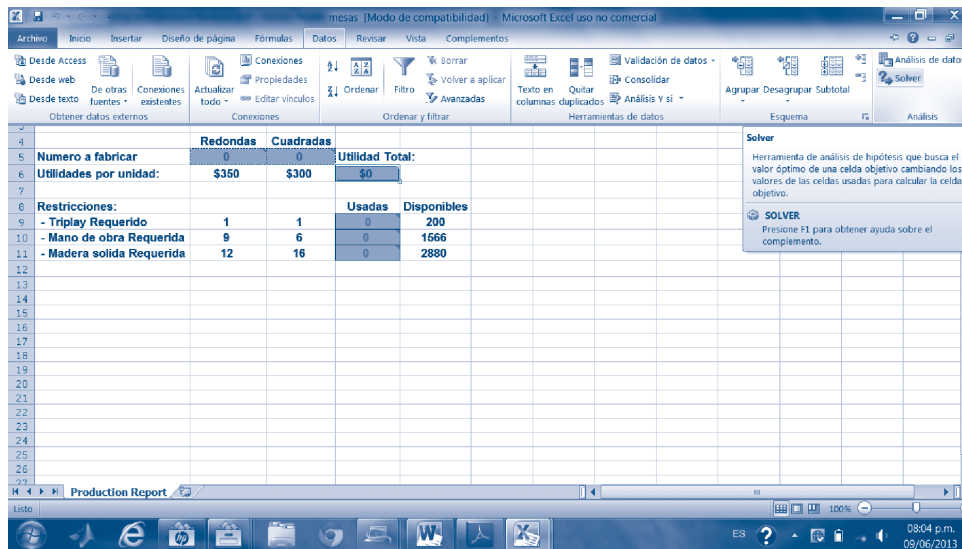
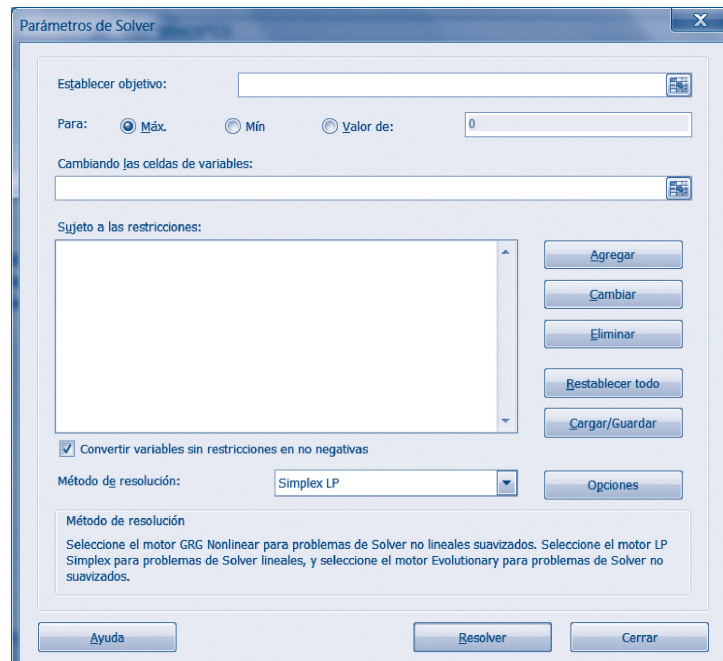

Figura A.4 Forma de acceso a Solver en Office 2010.
Figura A.5 Caja de diálogo para los parámetros de Solver.
Después de implementar el modelo en una hoja de cálculo, se hace imperante resolverlo. Para hacerlo, primero se debe indicar a Solver cuáles son las celdas en la hoja de cálculo que representan la función objetivo, las variables de decisión y las restricciones. Para llamar a Solver en Excel, primero se selecciona el comando Solver del menú Datos (Excel 2010), como se aprecia en la figura A.4. Esto permite desplegar la caja de diálogo que se muestra en la figura A.5.
Premium Solver para Educación posee tres diferentes algoritmos para resolver problemas de optimización: Estándar GRG no lineal, Simplex Estándar (LP) y Evolucionario Estándar. Si el problema que se está tratando de resolver es de programación lineal, Solver puede usar un algoritmo especial conocido como el *método simplex* para resolver el problema, como se puede observar en la figura A.5.